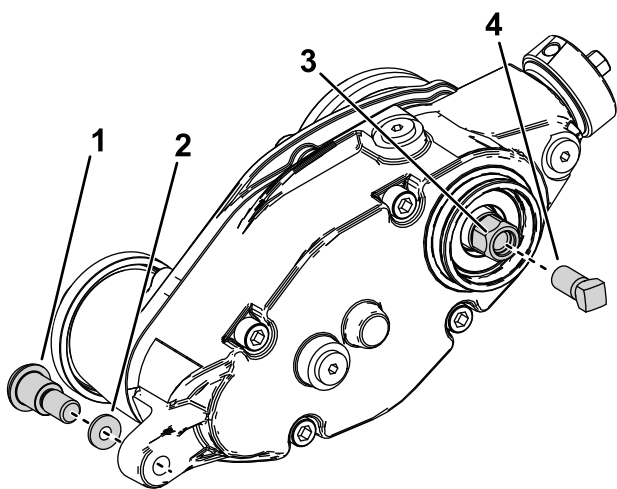

Figura 34
2. Retire os parafusos de fixação que ligam o rastelo à caixa da transmissão (Figura 34).
3. Retire o parafuso com olhal e anilha endurecida que ligam a caixa da transmissão do rastelo ao braço de ajuste (Figura 34).
5. Instale o parafuso de reforço (peça n.º 1-803022 – vendida em separado) nas roscas internas da cabeça sextavada da transmissão do rastelo e aperte com 13,5 Nm como se mostra na Figura 34.
6. Remova a caixa da transmissão do rastelo do cilindro de corte rodando a cabeça sextavada da transmissão do rastelo (Figura 34).